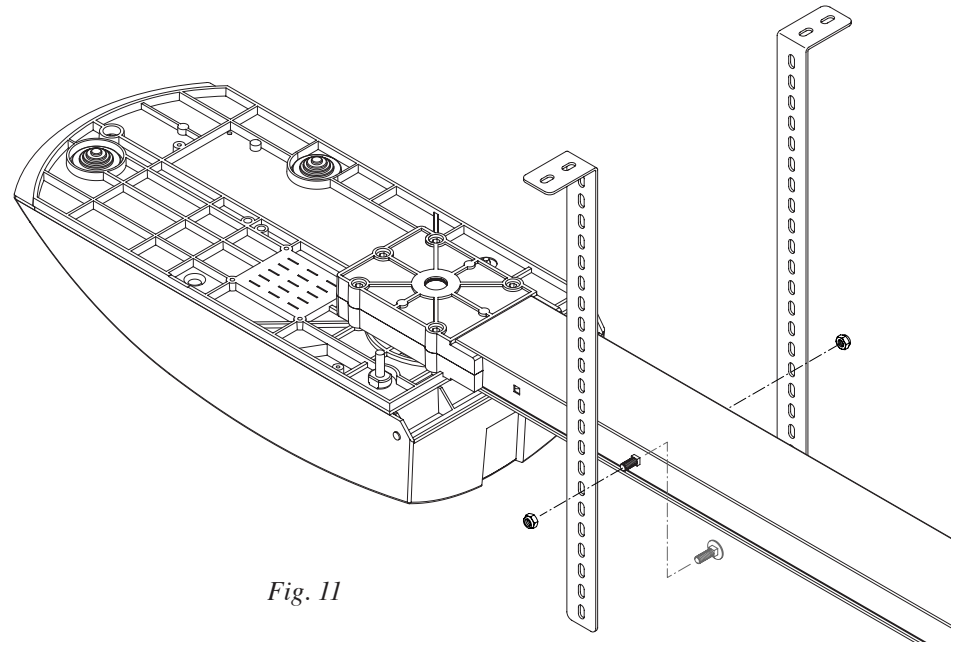

Fig. 11
- predisporre le staffe di attacco al soffitto utilizzando le apposite sedi nella rotaia in prossimità del motoriduttore (Fig.11) e fissandole con le viti M i dadi D. Nelle rotaie PTC.4 e PTC.L4 sono fornite altre due staffe di attacco al soffitto da fissare in prossimità della giunzione tra i binari.